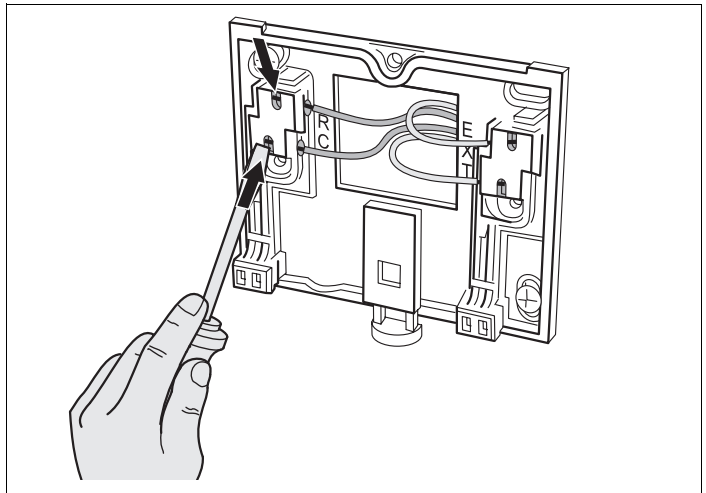

Abb. 5 Elektrische Anschlüsse deinstallieren
- Mit einem Schraubendreher in den Schlitz der Kabelklammer drücken, um die Kabel zu lösen (Abb. 5).